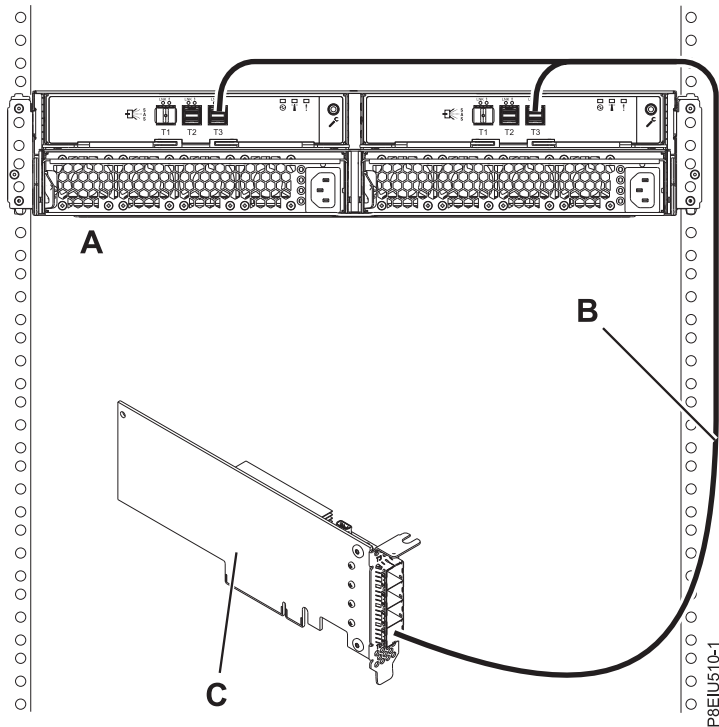

Abbildung 13. Modus 1-Anschluss einer ESLL- oder ESLS-Speichereinheit mit einem YO12-Kabel an einen einzelnen SAS-Adapter (FC EJ0J oder FC EJ0M)
13. Schließen Sie ein Gehäuse im Modus 1 **(A)** mit einem YO12-Kabel **(B)** an einen einzelnen SAS-Adapter **(C)** (FC EJ0J oder FC EJ0M) an., wie in Abb. 13 auf Seite 16 dargestellt. Fahren Sie anschließend mit „Kabel und Netzkabel anschließen und Abdeckungen installieren“ auf Seite 23 fort.